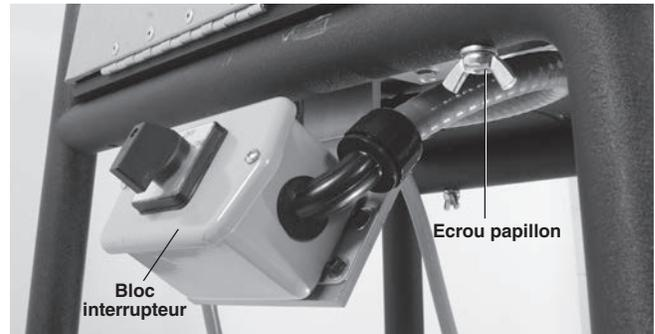

Figure 5 Montage de la rainureuse sur chariot
4. Montez l'ensemble rainureuse/embase sur le chariot à l'aide des quatre (4) boulons de $\frac{3}{8}$ " – 16 x 2 $\frac{1}{2}$ ", rondelles et écrous papillon fournis (Figure 5). Positionnez délicatement le bloc interrupteur sous le rail du chariot. Il sera peut-être nécessaire de bouger les jambes du chariot pour aligner l'embase.